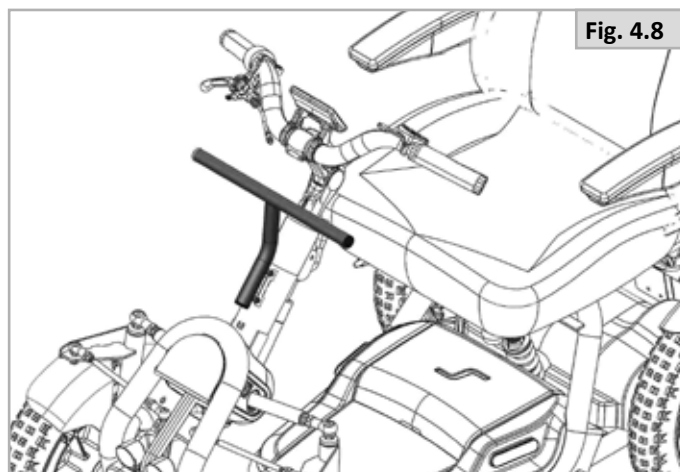

Fig. 4.8
4.8.3 Tilbehørsstang (fig. 4.8)